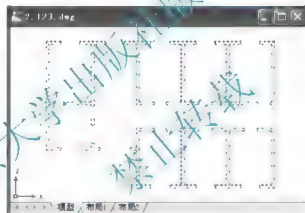

图 2.125 选择屏幕上所有显示的图形
① 仍将【楼梯】、【轴线】、【门窗】、【室外】图层冻结。
② 选择菜单栏中的【修改】|【对象】|【多段线】命令，或在命令行输入“Pe”并按 Enter 键，启动多段线编辑命令。
③ 在选择多段线或 [多条(M)]: 提示下，输入“M”后按 Enter 键，表示一次要编辑多条多段线。
④ 在选择对象: 提示下，输入“All”后按 Enter 键，表示选择屏幕上所有显示的图形对象作为多段线编辑命令的编辑对象，结果屏幕上显示的所有图形变虚，如图 2.125 所示。
⑤ 在选择对象: 提示下，按 Enter 键进入下一步命令。
⑥ 在是否将直线和圆弧转换为多段线? [是(Y)/否(N)]? <Y>: 提示下，按 Enter 键，执行尖括号内的默认值“Y(Yes)”，表示要将所有选中的对象转化为多段线。
⑦ 在输入选项 [闭合(C)/合并(J)/宽度(W)/编辑顶点(E)/拟合(F)/样条曲线(S)/非曲线化(D)/线型生成(L)/放弃(U)]: 提示下，输入“J”后按 Enter 键，表示要执行【合并】子命令。这样，AutoCAD 将步骤④全选的对象中所有首尾相连的对象连接在一起。
⑧ 在输入模糊距离或 [合并类型(J)] <0.0000>: 提示下，按 Enter 键，表示执行尖括号内默认的模糊距离“0.0000”。